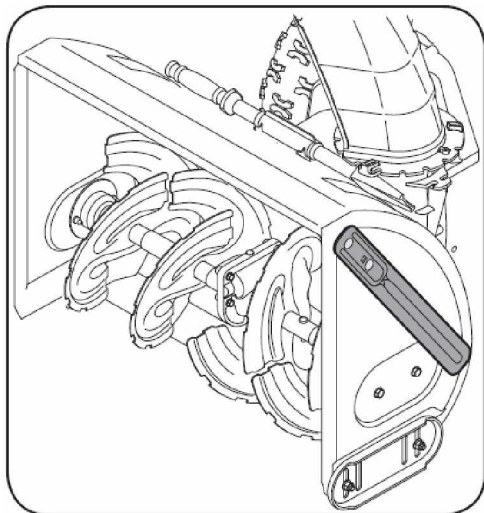

Рис. 8.
- Приспособление крепится к снегозаборнику. См. Рис. 8.